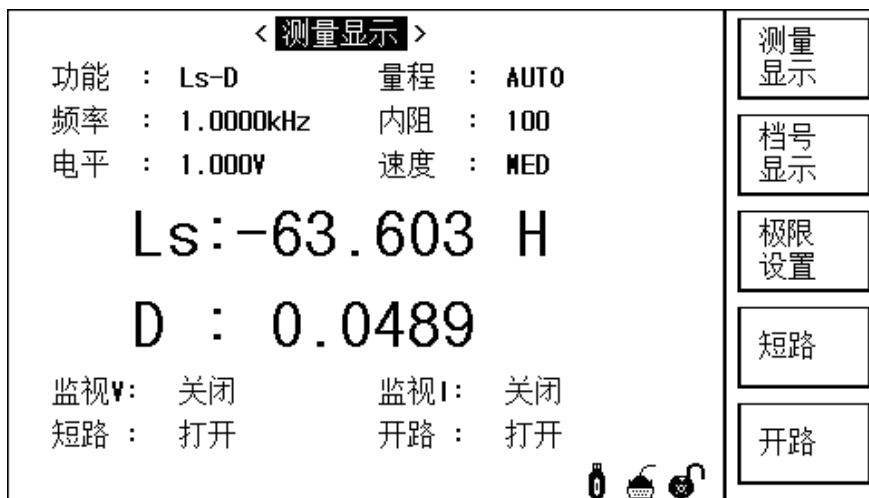
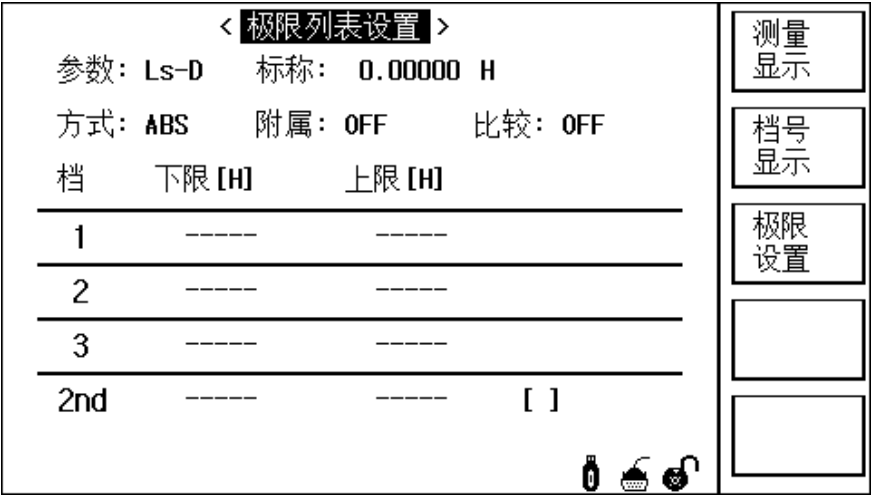

图 7-1 测量显示页面
图 7-2 分选功能页面
1. 按快捷菜单键“MEAS”，进入<测量显示>页面后（如图 7-1），选择“极限设置”，进入<极限列表设置>页面（如图 7-2 所示）。